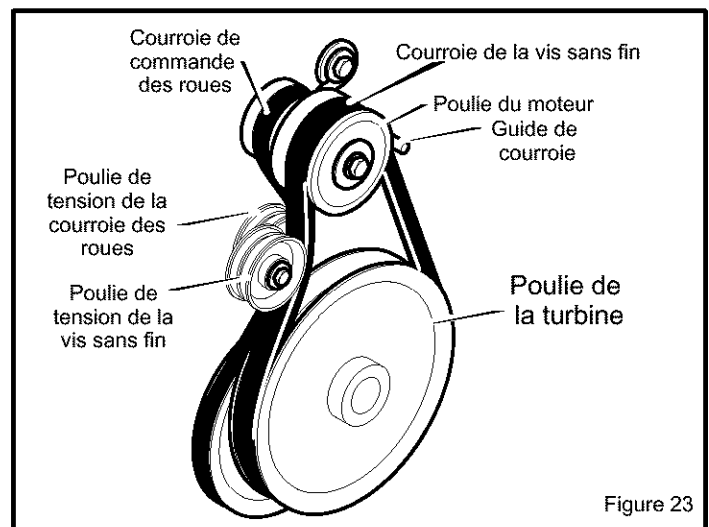

Figure 23
3. Desserrer les **guides de courroie** et les écarter de la poulie de tension (voir Figure 23).
Courroie de commande des roues (voir Figure 23)